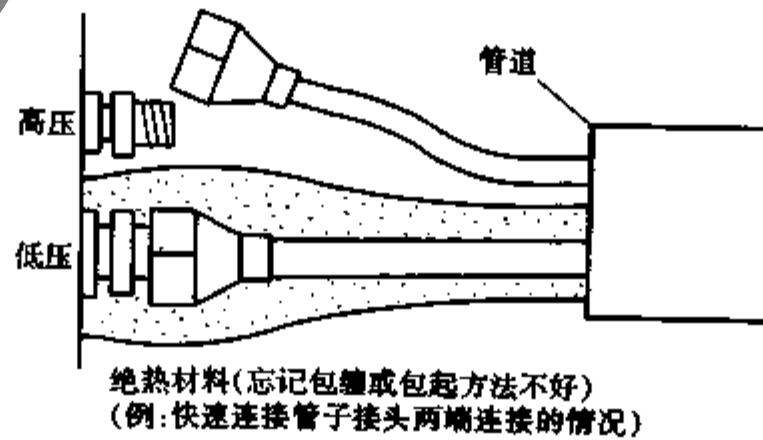

图 8-3 配管隔热处理
- (3) 配管上结露。由于配管的连接部隔热不充分,配管内冷媒通过时,引起结露,如图 8-3 所示。
- (4) 热交换器滴水:热交换器沾污或冷媒不足时,会引起热交换器的温度不均匀,在热交换器的中途产生水滴,落在接水盘外的水滴将滴入室内。